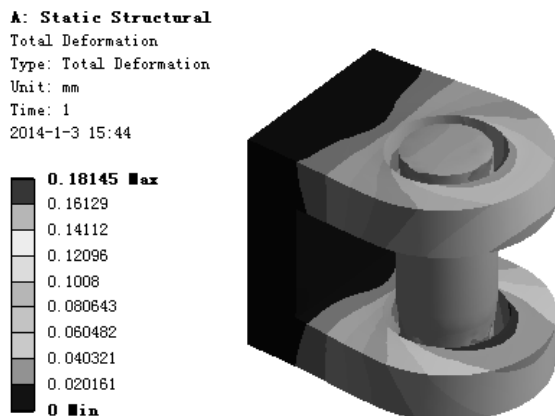

图 7.6.48 位移变形结果图解
(3) 查看位移结果图解。在“Outline”窗口中选中  **Total Deformation**，查看图 7.6.48 所示的位移变形结果，其最大位移为 0.18145mm。